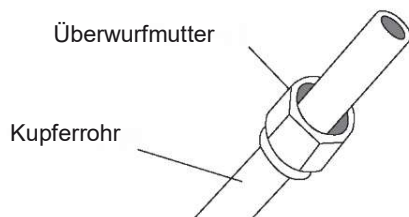

Abb. 7.3
3. Platzieren Sie die Muttern an beiden Enden des Rohres. Vergewissern Sie sich, dass sie in die richtige Richtung zeigen, Sie können sie nach dem Bördeln nicht mehr ändern. Siehe Abb. 7.3